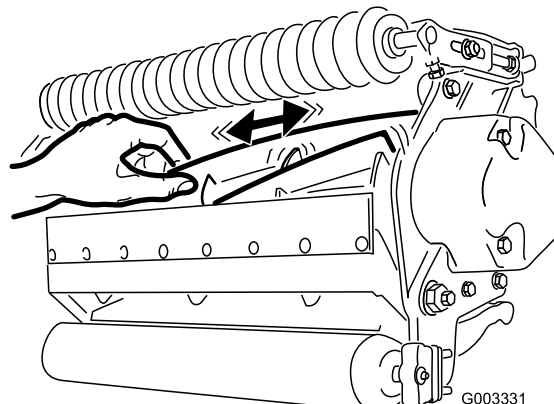

Figura 28
2. Utilizando um pano ou luva almofadada, segure a lâmina do cilindro e tente mover o conjunto do cilindro de um lado para outro (Figura 28).